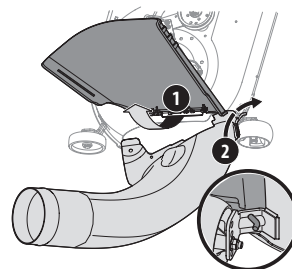

Figura 16
1. Con el canal de descarga del tractor levantado y manteniéndolo abierto (1), coloque el codo del canal en la lengüeta de montaje del canal (2), como se muestra en la Figura 16.